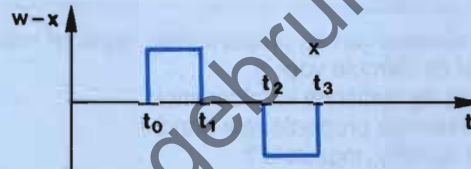

Fig. 7.25
3. als $w - x$ volgens fig. 7.25 verandert.